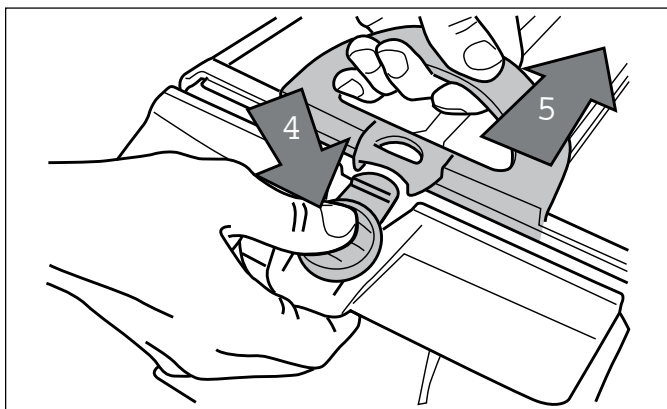

Figure 26. Ouvrir la cartouche du filtre
7. Appuyer sur le bouton de déverrouillage rapide de l'assemblage du sac métallique (4) et retirer l'ensemble filtre pour l'ouvrir (5), tel qu'illustré dans la Figure 26.